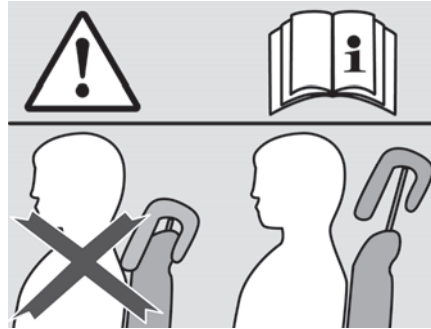

Fig. 16 Réglage correct des appuie-têtes
- Tirer l'appuie-tête vers le haut ou appuyer vers le bas jusqu'à ce qu'il s'enclenche dans la position adéquate (Fig. 16).